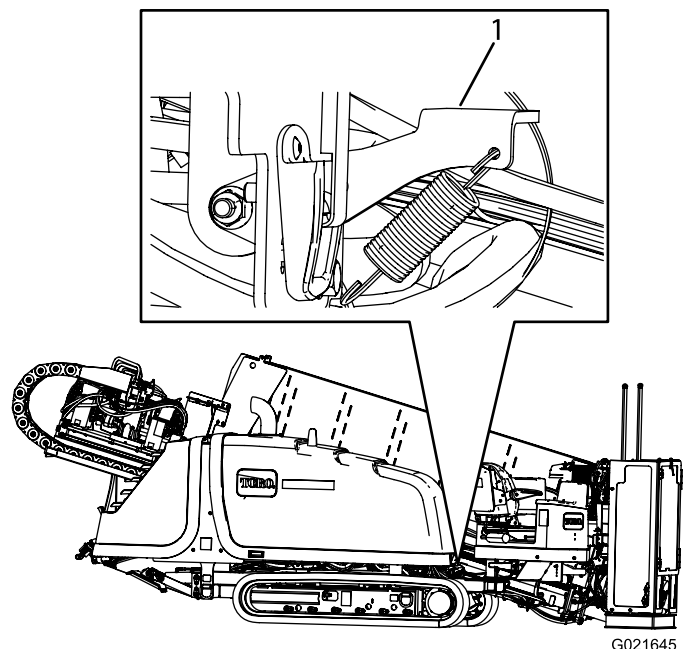

Figura 95
2. Empurre a trava do capô para baixo como mostrado na Figura 95.